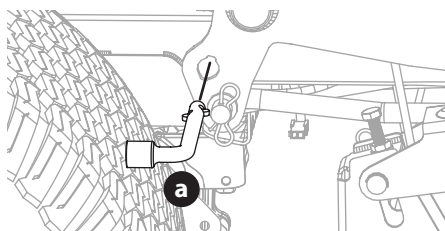

Figura 43
5. En los tractores equipados con la perilla o el pasador de elevación de la plataforma, use el pedal de elevación de la plataforma y la perilla o el pasador de elevación de la plataforma para ubicar la plataforma en la posición más baja, y use la herramienta para usos múltiples (a) (si se incluye) para bloquear los componentes de la elevación de la plataforma en su lugar como se muestra en la Figura 43. En tractores con una manija de elevación de la plataforma, baje la plataforma a la posición más baja.